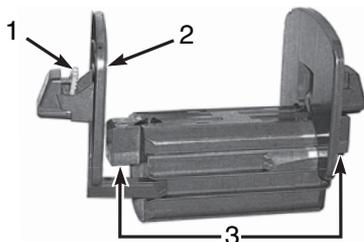

Рисунок 15, Держатель для подачи материала
1. Удалите держатель для подачи материала (**Рисунок 15**) с принтера, поднимая его вверх, и снимите его со стойки.
Электрические контакты расположены под боковыми пластинами (**Рисунок 15, 3**) с обеих сторон держателя для подачи материала. Будьте осторожны и не повредите эти электрические контакты, иначе принтер IP Brady не сможет считывать метки идентификации материала на этикетках.
2. Нажмите и удерживайте зеленую пластину (**Рисунок 15, 1**) в нажатом положении на держателе для подачи материала и перемещайте концевую деталь (**Рисунок 15, 2**) по направлению наружу.